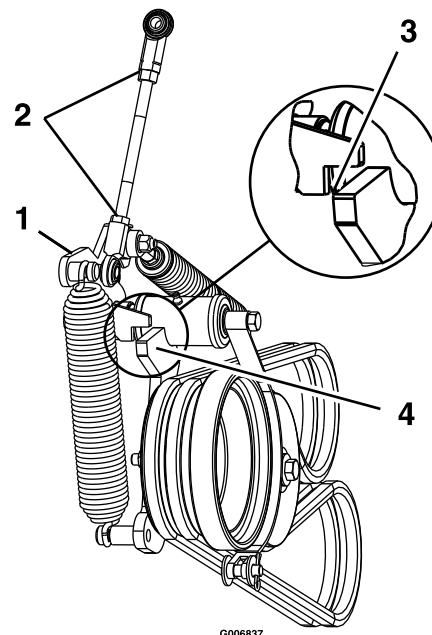

Bild 61
12. Lösen Sie die Klemmmuttern und stellen das Gestänge ein, bis die Oberkante des Spannarms mit der Unterseite der Kerbe am Spannarm ausgefluchtet ist, wie in Bild 61 abgebildet.